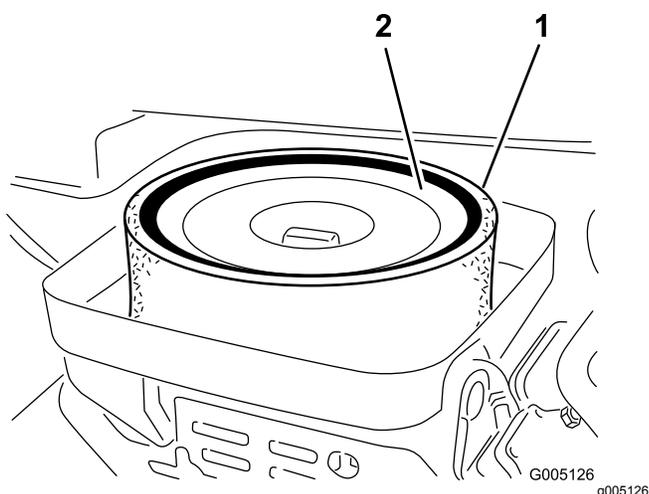

Рисунок 35
3. Снимите барашковую гайку крепления элементов к корпусу воздухоочистителя (Рисунок 35).
4. Если элемент из пеноматериала загрязнен, снимите его с бумажного элемента (Рисунок 35). Тщательно очистите его следующим образом: